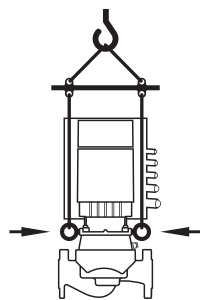

Fig. 8: Pumpun kuljetus
- Pumpun kuljetus on suoritettava käyttäen hyväksytyjä kuorman kiinnitysvälineitä (esim. nostotalja, nosturi jne.). Ne on kiinnitettävä moottorilaipassa oleviin kuljetussilmukoihin (Fig. 8, kuvassa: Nostolaite pystysuoralla moottoriakselilla).